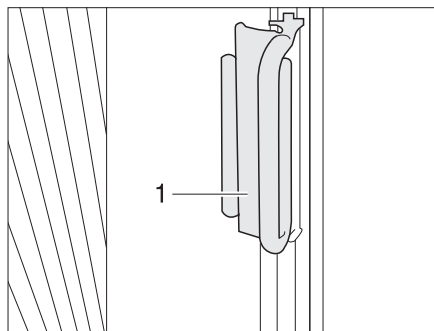

Fig. 16 Poignée du dispositif occultant plissé du pare-brise
- Pousser les dispositifs occultants plissés pour le pare-brise en dessous des recouvrements aux montants A avec les poignées (Fig. 16,1) et coincer la poignée sur le recouvrement. Le dispositif occultant plissé est bloqué.